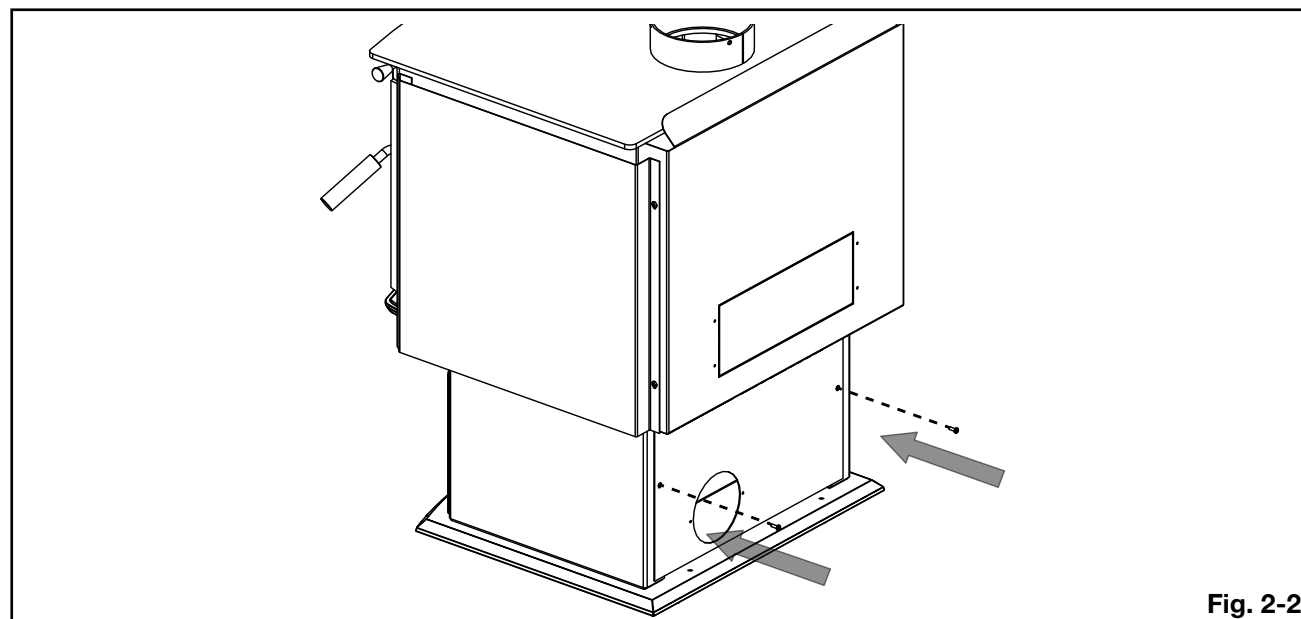

Fig. 2-2
2. Installez deux vis (fournies) pour fixer la plaque arrière en position (**Fig. 2-2**).